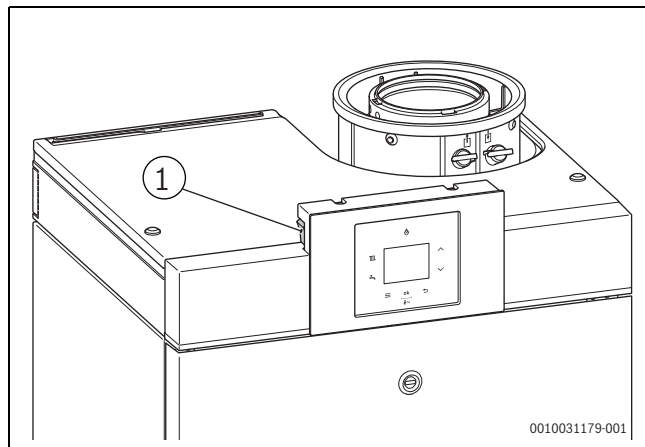

Fig. 5 Interrupteur Marche / Arrêt
- Arrêter l'appareil avec l'interrupteur Marche / Arrêt (→ fig. 5, page 6).